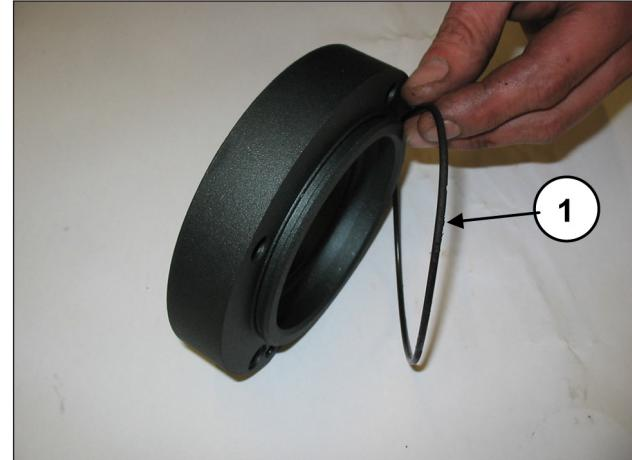
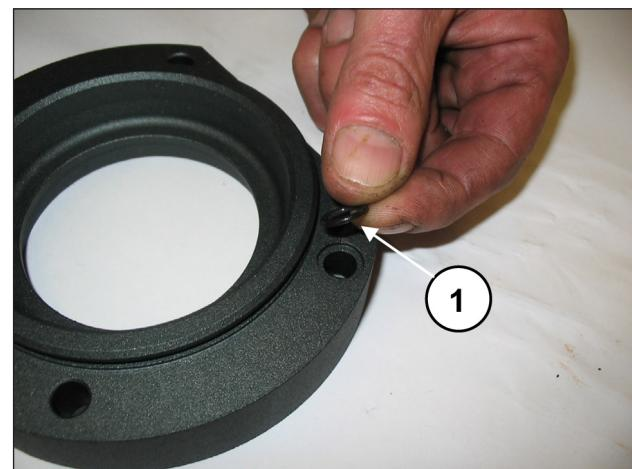

Fig. 65
Fig. 66
Appliquer sur les caches roulement de la prise de force le joint torique extérieur (rep. ①, Fig. 65) et le joint torique du trou de lubrification (rep. ①, Fig. 66).